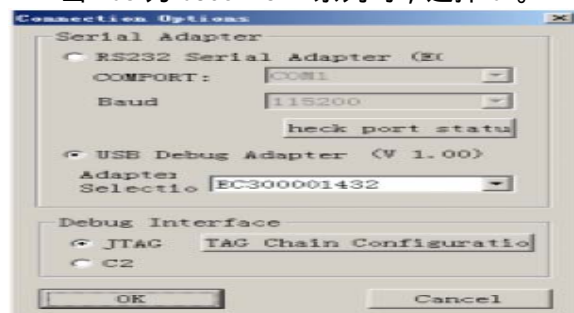

图2
- 3.2 在菜单栏中点击“Options”选项,在其下拉子菜单中点击“Connection Options...”选项,出现如图2的对话框,进行如下设置: